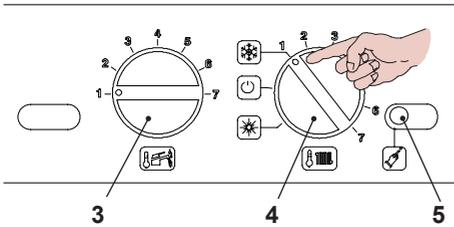
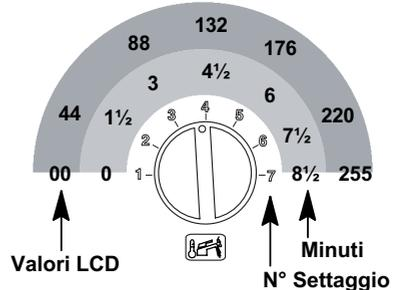

Fig. 5.59
Fig. 5.63
- Posizionare le manopole 3 e 4 come indicato in Fig. 5.59.
- Per settare il tempo di frequenza di riaccensione bisogna entrare in programmazione premendo per 15 secondi il pulsante di ripristino 5, in Fig. 5.59 fino alla comparsa del parametro **P01** sul display LCD; sul display LCD compare la seguente visualizzazione (la sequenza **P01** si alterna ---).
- Premere il pulsante di ripristino 5 in Fig. 5.59 per lo scorrimento dei vari parametri sino al raggiungimento del parametro **P10** valido per il settaggio della frequenza di riaccensione; sul display LCD compare la seguente
- Per cambiare il settaggio ruotare la manopola regolazione temperatura sanitari 3 in Fig. 5.59 e posizionarla sul tempo prescelto Fig. 5.63 (nella figura esempio manopola settata per frequenza di riaccensione di 3 minuti).
Il passo del settaggio della manopola 3 Fig. 5.63 corrisponde a un valore letto sul display LCD di circa 44 (90 secondi) e questo valore può essere variato fino a circa 255 (8 minuti e mezzo); nell'LCD la sequenza **P10** si alterna con 60.